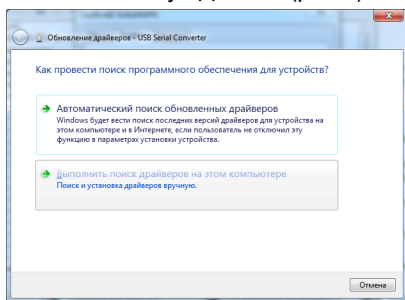

Рис.1.
Рис.1а – Считывание карт SIM и Smart.
4. Выберите пункт «Выполнить поиск драйверов на этом компьютере» (рис.1).